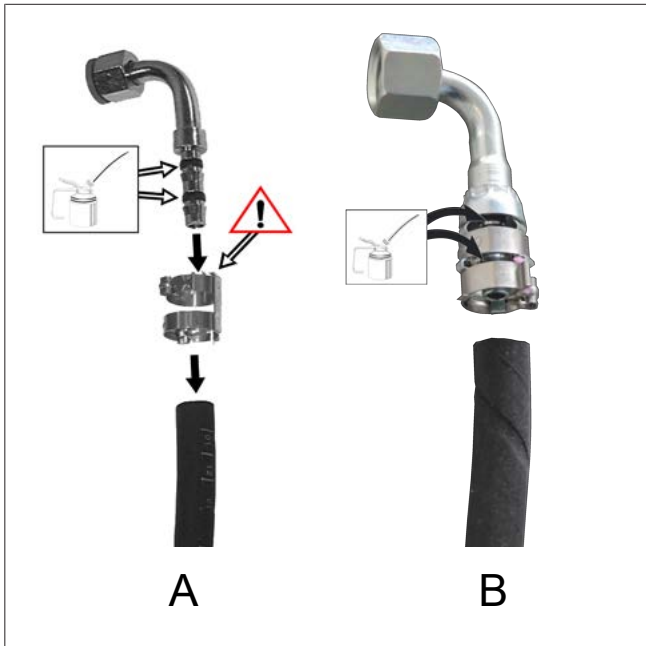

Fig. 11 Graissez les raccords
- Raccord avec collier séparé (voir Fig. 11 A)
- Raccord avec collier fixé : ils sont systématiquement fournis par Webasto (voir Fig. 11 B)